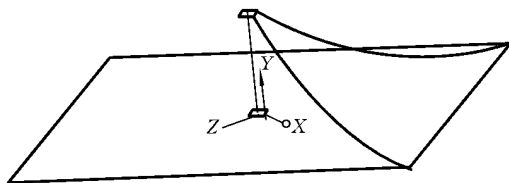

图 11.75 屋脊线图示
③ 屋脊线:“圆弧”命令中的“起点、端点、半径”绘制,半径为200。如图11.75所示。